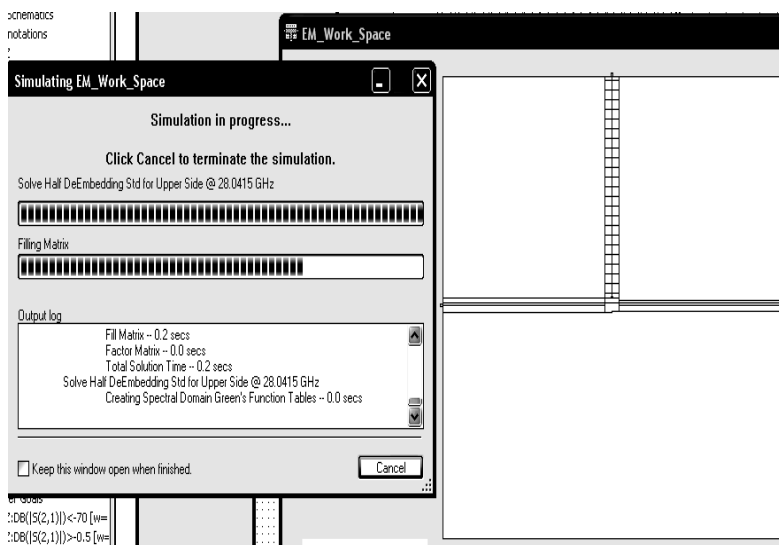

Рис. 1.94
4. Откройте окно графика и щёлкните левой кнопкой мышки по значку **Analyze** на панели инструментов. Откроется окно для выбора решающего устройства. Просто закройте это окно, согласившись с предлагаемым по умолчанию. Начнётся процесс заполнения X-модели и в левом окне проекта в группе **EM Structures** появится электромагнитная структура с именем **EM_Work_Space**. Процесс заполнения отображается точно так же, как и обычный процесс электромагнитного анализа. Если процесс автозаполнения остановится, щёлкнув мышкой по кнопке **Cancel** в окне отображения процесса, открыть окно электромагнитной структуры **EM_Work_Space**, щёлкнув правой кнопкой мышки по этому имени, и продолжить анализ, щёлкнув по значку **Analyze** на панели инструментов, то можно наблюдать, как изменяется электромагнитная структура модели при её заполнении (рис. 1.94). При этом процесс автозаполнения будет продолжен с того момента, где был остановлен. Можно вообще выгрузить проект и выключить компьютер. При следующей загрузке проекта и запуска